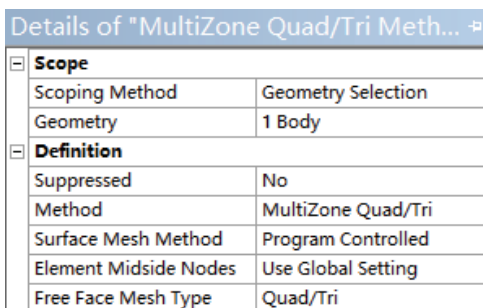

图 18-7 设置划分方法
3) 在 Mesh 上单击右键, 选择 Insert>Method, 然后选择待划分的面体, 在细节窗口中的 Geometry 下单击 Apply 按钮, 并设置细节窗口中的 Method 为 MultiZone Quad/Tri, 如图 18-7 所示。